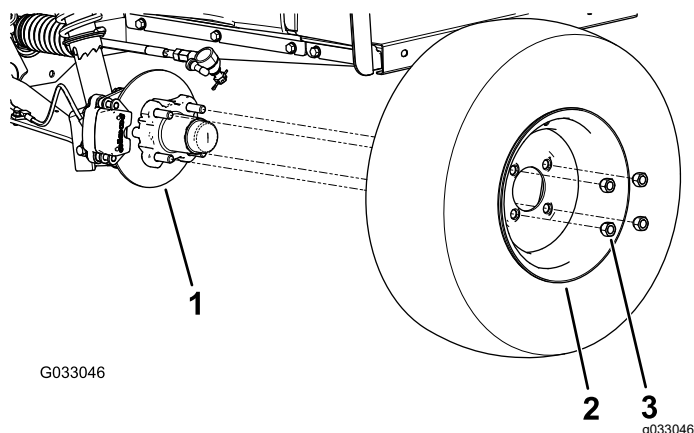

図 29
2. ホイールをハブに固定しているラグナット4個を外す 図 29。
4. ホイールをハブに取りつける。空気バルブを外側に向けて取り付けること 図 29。